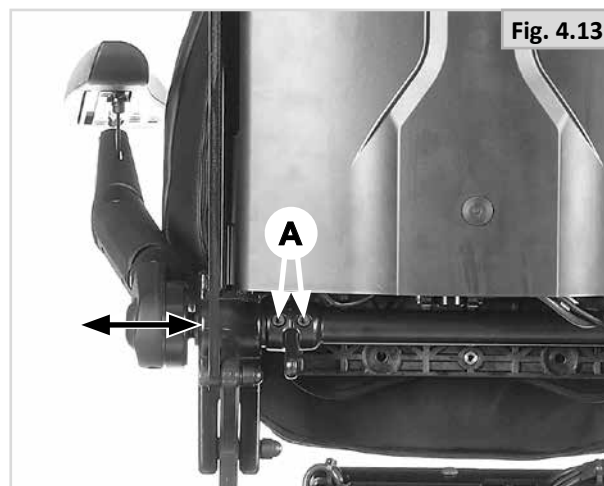

Fig. 4.13
- Draai de twee schroeven op de geleidestang los (5 mm inbussleutel) zoals wordt weergegeven in (Fig. 4.13 - A).